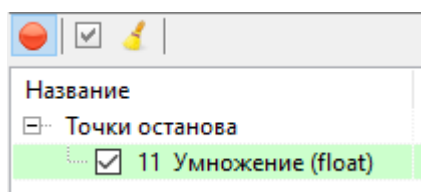

Рисунок 131 Таблица точек останова
Точка останова – это место прикладной программы, обозначающееся номером функции, на которой будет остановлена непрерывная отладка. Чтобы добавить точку останова, нужно вызвать контекстное меню на функции и выбрать пункт «Точка останова» или при выделенной функции нажать (R). Добавленные точки останова собираются в список справа от схемы (см. рис. 131).